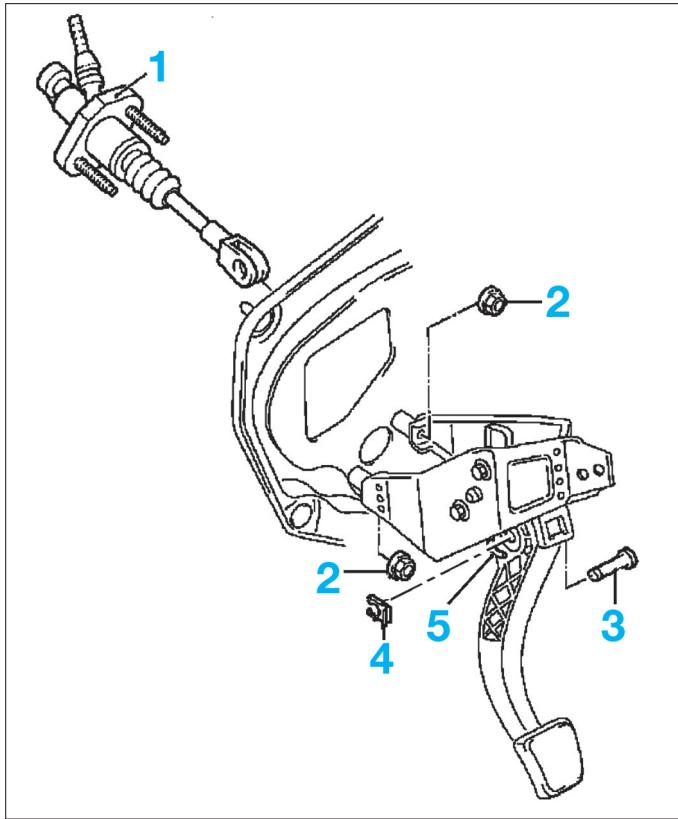

FIG. 4
- Retirer le bouchon (1) du purgeur (fig. 4) et le raccorder avec la canalisation correspondante sous pression de l'appareil (purge par le bas).